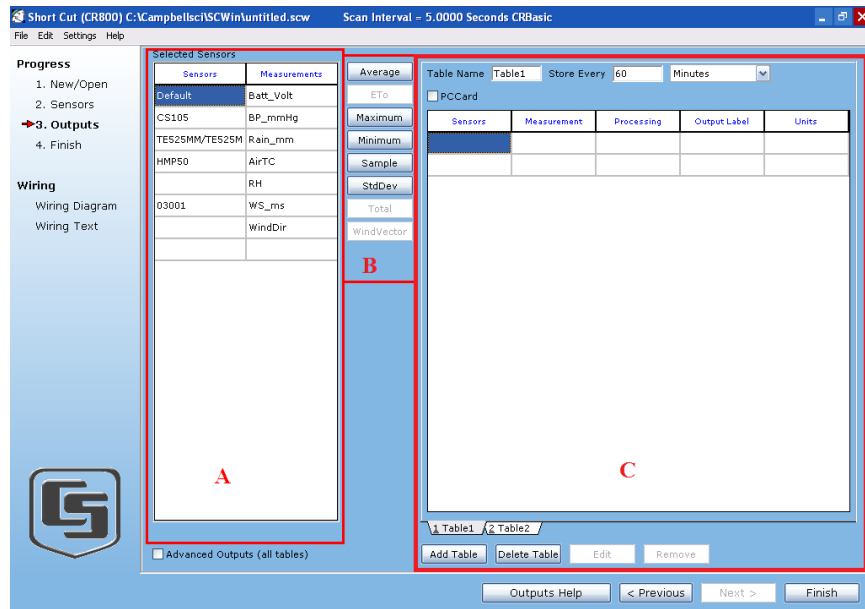

Figura 33. Ventana de edición de tablas para el programa del datalogger.
PASO 3. CREACIÓN DE TABLAS PARA EL DATALOGGER. Ahora nos aparecerá una ventana como se muestra la Figura 33, donde podremos seleccionar la manera en que se almacenarán los datos. La ventana está compuesta por 3 partes indicadas con recuadros rojos: la sección A nos muestra los sensores que hemos dado de alta, además del nombre donde se guardarán las mediciones, por ejemplo en la figura se puede observar el sensor “Default” y su variable “Batt_Volt”. La sección B tiene unos botones, los cuales se habilitarán o deshabilitarán de acuerdo al sensor que se seleccione, por ejemplo en la Figura 33 se muestra seleccionado el sensor “Default” y activados los botones: “Average”, “Maximun”, “Minimun”, “Sample” y “StdDev”. En la C se muestran las tablas que se han creado (“Table1” y “Table2”), en esta misma sección se puede cambiar su nombre y el intervalo de tiempo en el cual se hará la captura de los datos. El nombre se editará en el recuadro junto a la leyenda “Table Name”, el tiempo junto a “Store Every” con unidades en milisegundos, segundos, minutos, horas o días. Además se cuenta con los botones “Add Table” y “Delete Table” que permiten agregar y borrar tablas, así como “Edit” y “Remove” para agregar y borrar mediciones de los sensores.